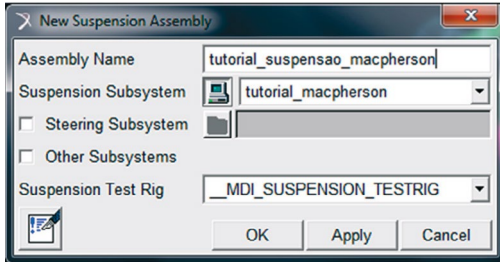

Figura 4.117 – Criação do *Assembly*.
- A Figura 4.117 ilustra o preenchimento da janela *New Suspension Assembly*. Atribua um nome ao *Assembly*, no primeiro campo, este deve ser diferente do nome atribuído ao *Subsystem*. Selecione o subsistema de interesse (segundo campo). No campo *Suspension Test Rig*, a opção *_MDI_SUSPENSION_TESTRIG* deve estar selecionada, a qual corresponde à plataforma de teste a ser utilizada nas simulações. Caso deseje incluir outros subsistemas na simulação, selecione o item *Other Subsystems*.